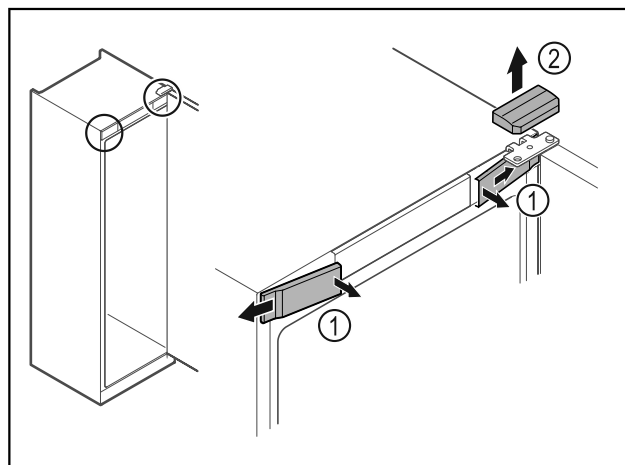

Fig. 17
- ▶ Wyczepić przednie osłonki Fig. 17 (1) i odchylić w bok.
- ▶ Górną osłonkę Fig. 17 (2) zdjąć w górę.